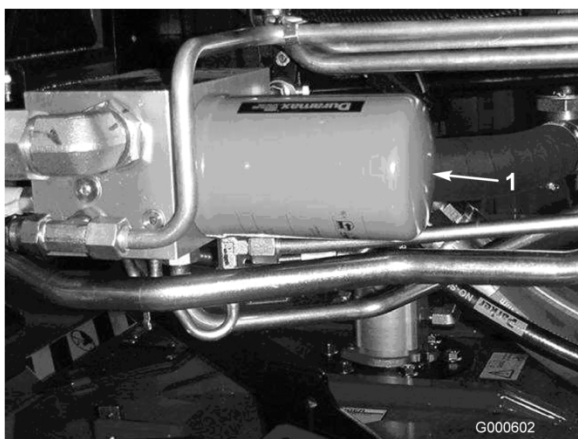

Figure 54
2. Nettoyez la surface autour de la surface de montage du filtre. Placez un bac de vidange sous le filtre et déposez le filtre (Figure 53 & Figure 54).